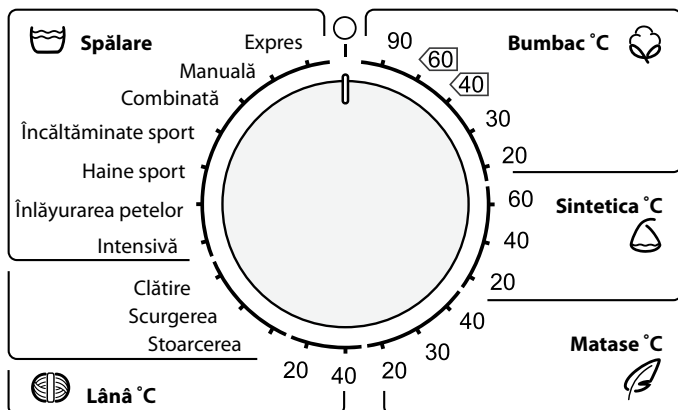

Figura 2 – Mânerul de alegere a programului de spălare
**1.1.2 Selectorul** este folosit pentru pornirea / oprirea mașinii și alegerea programului de spălare, în conformitate cu figura 2. În jurul selectorului sunt imprimate denumirile programelor și simbolul . Selectorul se rotește în ambele direcții (în sensul acelor de ceasornic sau în sensul contrar acelor de ceasornic), și se fixează la diviziunea corespunzătoare a programului selectat. La fixarea selectorului la simbolul mașina se oprește.
**1.3.2** Pentru a porni mașina fixați selectorul în conformitate cu figura 2 la diviziunea programului de spălare necesar – se aprind indicatorii operației de spălare a programului selectat.